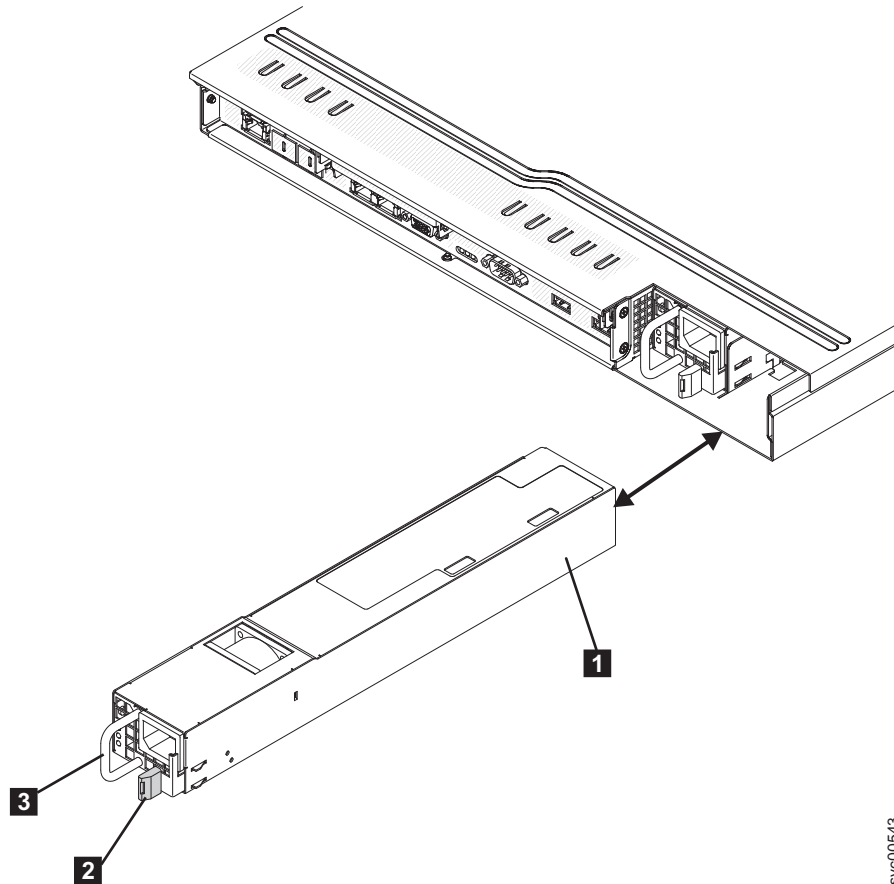

図 199. SAN ボリューム・コントローラー 2145-CG8 または 2145-CF8 電源機構
5. 電源機構 **1** を取り外すには、解放タブ **2** を左方に押し、そのまま保持します。電源機構の背面のハンドル **3** をつかみ、図 199 に示すように、電源機構をノードから引き出します。